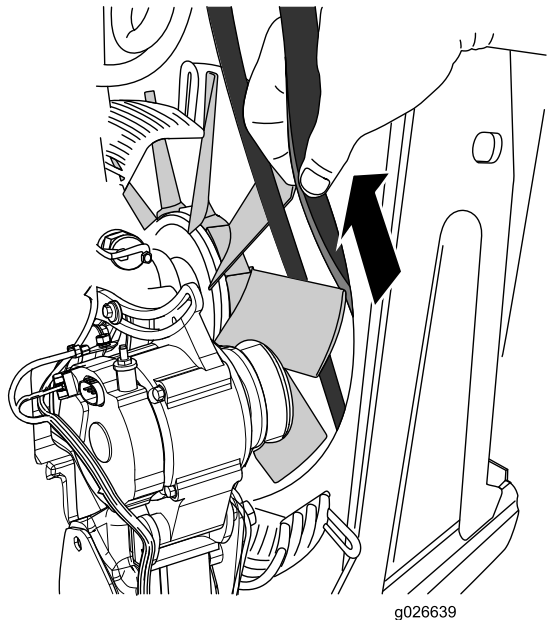

Рисунок 88
12. Выровняйте ремень в проеме между двумя лопастями вентилятора, затем осторожно потяните ремень назад и вверх, пока не появится возможность снять его с машины (Рисунок 88).
1. Выровняйте ремень в проеме между двумя лопастями вентилятора, затем осторожно нажмите на ремень вперед и вниз, пока он не будет находиться напротив вентилятора (Рисунок 88).